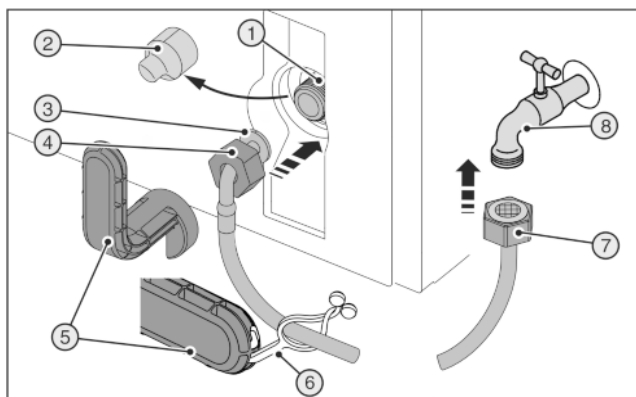
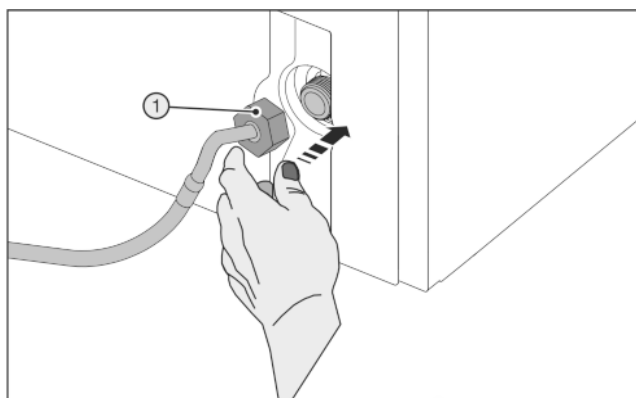

Fig. 45
Fig. 46
Zlomený pomocný nástroj Fig. 45 (5)!
- Používejte pomocné nástroje Fig. 45 (5) výhradně při pokojové teplotě.
- Stáhněte kryt Fig. 45 (2).
- Usnadněná montáž: Rovný konec hadice Fig. 45 (7) položte doleva na podlahu.
- Matici Fig. 45 (4) posuňte přes zahnutý konec hadice Fig. 45 (3) až na konec a držte.
- Nasadte opatrně matici Fig. 46 (1) a dvěma prsty ji rovně našroubujte na závit, až je dosaženo bezpečné usazení.
- Matici Fig. 46 (1) utahujte pomocným nástrojem Fig. 45 (5) ve směru hodinových ručiček, až je dosažen maximální utahovací moment a pomocný nástroj Fig. 45 (5) se přetáčí.
- Našroubujte matici Fig. 45 (7) na uzavírací kohout Fig. 45 (8).
- Matici Fig. 45 (7) utahujte pomocným nástrojem Fig. 45 (5) ve směru hodinových ručiček, až je dosažen maximální utahovací moment a pomocný nástroj Fig. 45 (5) se přetáčí.
- Otevřete uzavírací kohout Fig. 45 (8) na přívodu vody a proveďte těsnost celého vodního systému.
- Zahákněte styčnický Fig. 45 (6) do pomocného nástroje Fig. 45 (5) a upevněte k uschování na nerezové hadici.